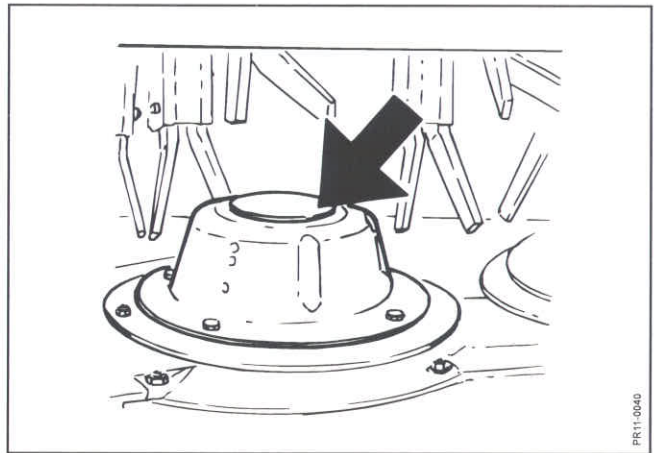

Fig. 6-7
- Fig. 6-7** Lave flowhatte bør rettes eller erstattes af nye hvis, de deformeres. De bør kontrolleres for støv og jord 2 - 3 gange pr. sæson.